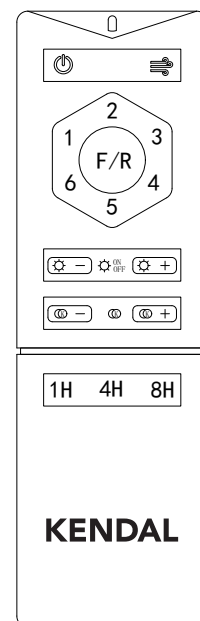

Figure 23
A. Appuyer sur la touche "  " pour éteindre le ventilateur (Cette touche sert uniquement à l'arrêt du ventilateur, ne permet pas de le démarrer, et n'affecte pas l'éclairage LED. Voir fig. 23)